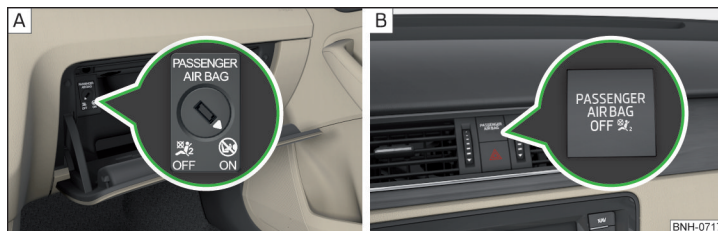

Fig. 26 Conmutador de llave para el airbag lateral del acompañante/Testigo para el airbag delantero del acompañante
El airbag frontal del acompañante se puede desconectar con el conmutador de llave » fig. 26 de la pág. 32 - [\[A\]](#).
Posiciones del conmutador de llave » [fig. 26 - \[A\]](#)
**OFF** El airbag frontal del acompañante está apagado - después de encender la conexión ilumina el testigo de control 1)  » [fig. 26 - \[B\]](#)